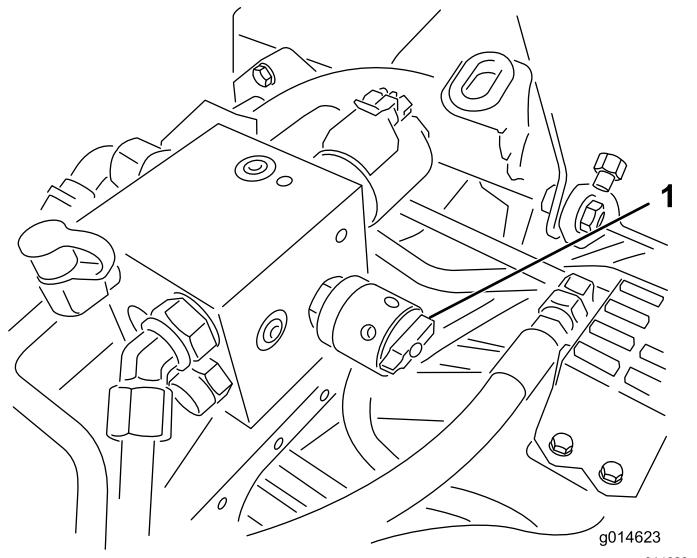

Figura 50
6. Girate il comando di velocità dei cilindri in posizione 1 Figura 50.